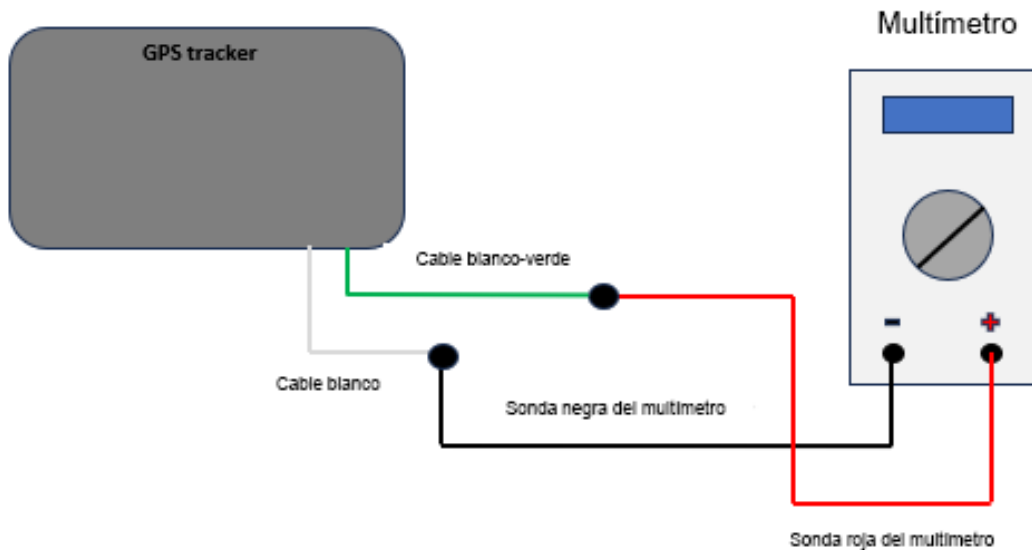

Fig.6 Diagrama de conexión
2. Monte el circuito de conexión de acuerdo con la "Fig. 6 Diagrama de conexión".